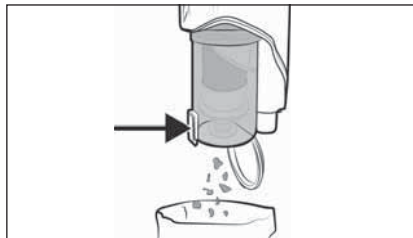

Abb. 21
① Hinweis
- 1) Halten Sie den Schmutzbehälter **7** in einen Abfalleimer und drücken Sie die Schmutzbehälterdeckel-Entriegelungstaste **8**. Der Schmutzbehälterdeckel **9** öffnet sich und der Inhalt wird in den Abfalleimer entleert (siehe Abb. 21). Schliessen Sie anschließend den Schmutzbehälterdeckel **9**.